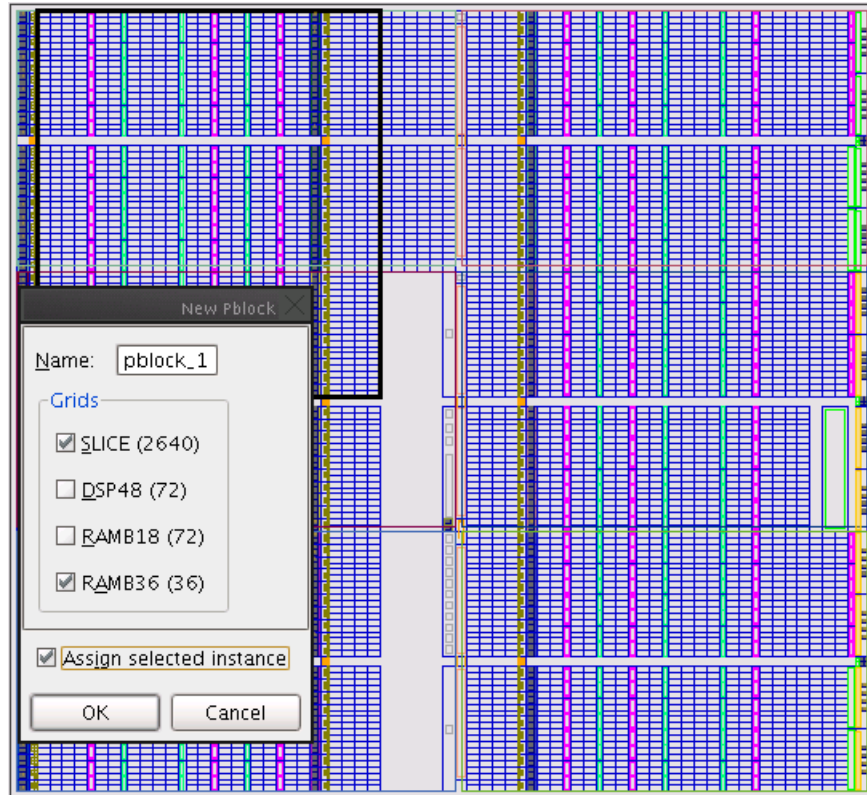

図 1-4 : usbEngine1 の Pblock 長方形
3. CLB が開始するデバイスの左上端をクリックし、マウスのボタンを押した状態でドラッグし、デバイスの左上の区画のほとんどを含む長方形を囲みます (図 1-4)。
4. [New Pblock] ダイアログ ボックスで SLICE および RAMB36 グリッドが選択されているかどうか確認し、必要のないほかのリソースの選択を解除します (図 1-4)。
使用可能な RAMB36 数 (括弧内に表示) が 36 であることを確認します。長方形が 図 1-4 に表示される領域を含んでいない場合は、この数値が 36 より小さくなり、デザインが配置エラーになります。